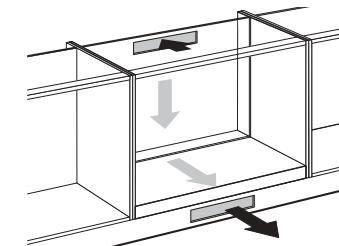

Abb. 8: Entlüftungsöffnungen
- Sägen Sie die Entlüftungsöffnungen (min.  $100 \text{ cm}^2$ ) aus. Die Entlüftung erfolgt über die Sockelblende und die Schrankrückseite (siehe Abb. 8).